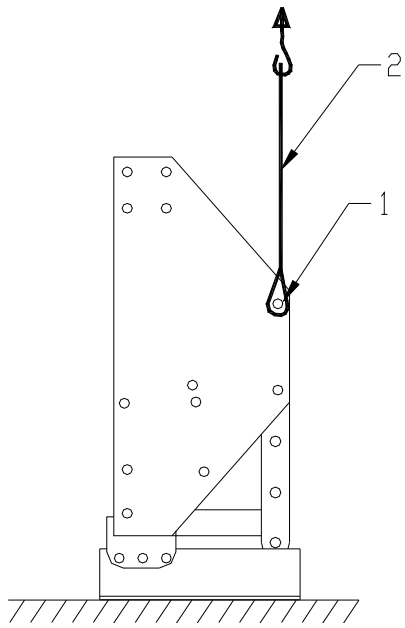

Fig. 1.
Die Maschine wird auf einer Palette geliefert. Zur Ankopplung der Maschine an einen Traktor, gehen Sie bitte wie folgt vor (siehe Abb.1, 2, 3, 4, 5 und 6)
2. Befestigen Sie ein etwa 2,5m langes Trageil mit Schlinge 2 mit Hilfe von D-Bügeln an den Löchern 1 auf beiden Seiten der Maschine, wie in Abb.1 dargestellt.
@ Die Position der Klingen am Rotor, sowie die Position des Rotors am Hauptrahmen ist entscheidend für den erfolgreichen Einsatz der Maschine. Daher ist es sehr wichtig, die Punkte anhand der Abb. 1 bis 6 und des Kapitels 12 sorgfältig zu überprüfen.